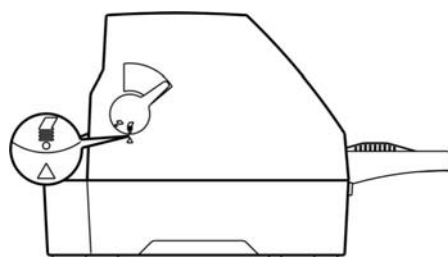

图 3-7 设定单页/连续纸进纸选择杆位置 (连续纸)
2. 把单页/连续纸进纸选择杆拨到连续纸位置 (如图 3-7 所示)。